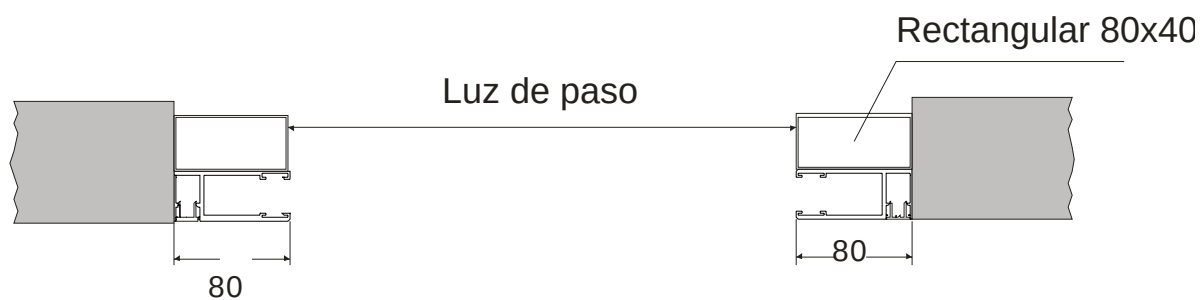

Fig. 5
- En caso de no disponer de esta distancia se deberá colocar un premarco según esquematiza la (fig. 5).